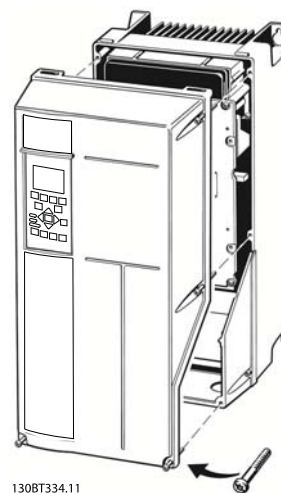

Ilustración 2.14 Acceso al cableado de control de las IP55 / Nema 12 e IP66 / Nema 4/4X interior
- También puede retirar la cubierta frontal aflojando los tornillos de fijación. Consulte *Ilustración 2.14*.